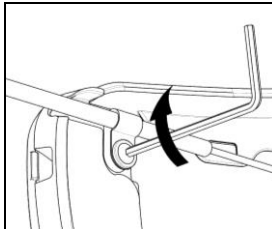
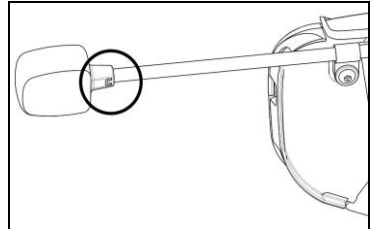

Fig. 36
Fig. 37
- Positionner le microphone sur le côté gauche du casque en vissant la vis au cadre de la coque (Fig. 36). Contrôler que le côté du microphone avec l'inscription « n » est orienté vers l'intérieur du casque (Fig. 37).